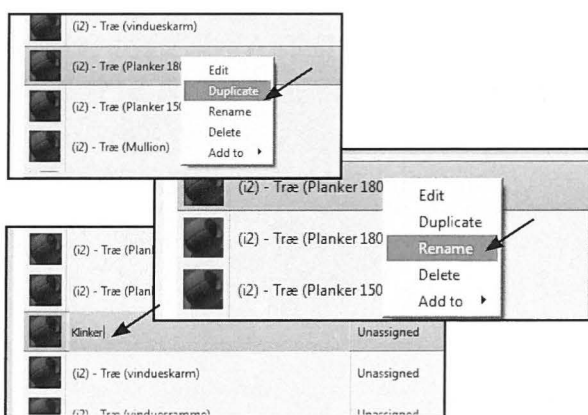

Fig. 07.27. Tag en kopi af et eksisterende materiale.
- Højreklik på træ i materialebiblioteket (Fig. 07.27). Vælg *Duplicate*.
- Højreklik på det nye materiale og vælg *Rename* (Fig. 07.27).
- Navngiv klinker (Fig. 07.27).